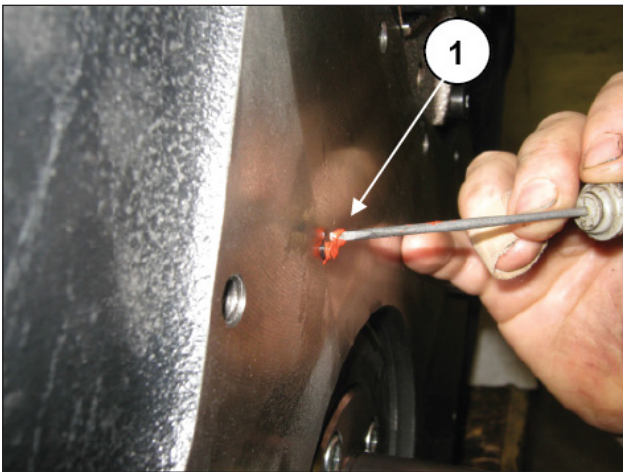
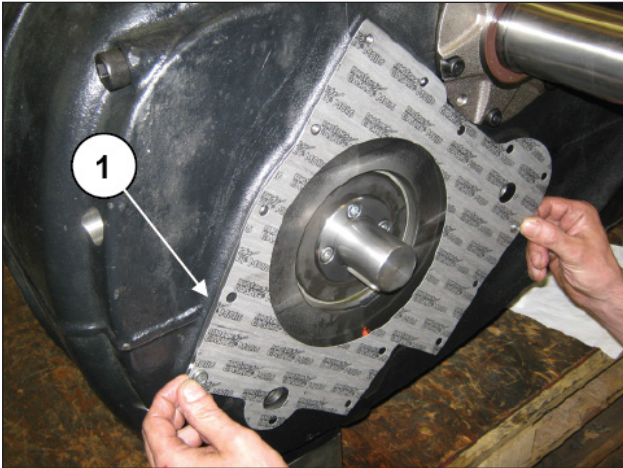

Abb. 116
Abb. 126
**Feuchten Sie alle überstehenden Bereiche der mit Flachdichtungen in Berührung stehenden O-Ring-Dichtungen mit Silikonmasse des Typs MOTORIL D (Arexons) an (Abb. 116, Pos. ①).**
Montieren Sie den Kurbelwellendeckel mit der zugehörigen Dichtung (nach erfolgtem Anfeuchten der überstehenden O-Ringe mit einer Silikonmasse - siehe Abb. 116 - und ziehen Sie die Befestigungsschrauben M8 an (Pos. ①, Abb. 121 - Abb. 122).
Montieren Sie die Flachdichtung (Pos. ①, Abb. 126) nachdem die überstehenden O-Ringe mit Silikonmasse angefeuchtet wurden (siehe Abb. 116).